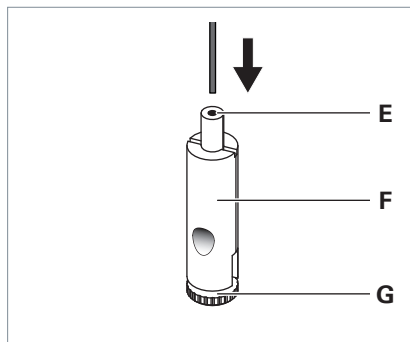

Fig. 8: Montaggio del fermacavo.
- ▶ Far passare il cavo metallico attraverso la bussola di guida **E** del fermacavo **F**, vedi Fig. 8.